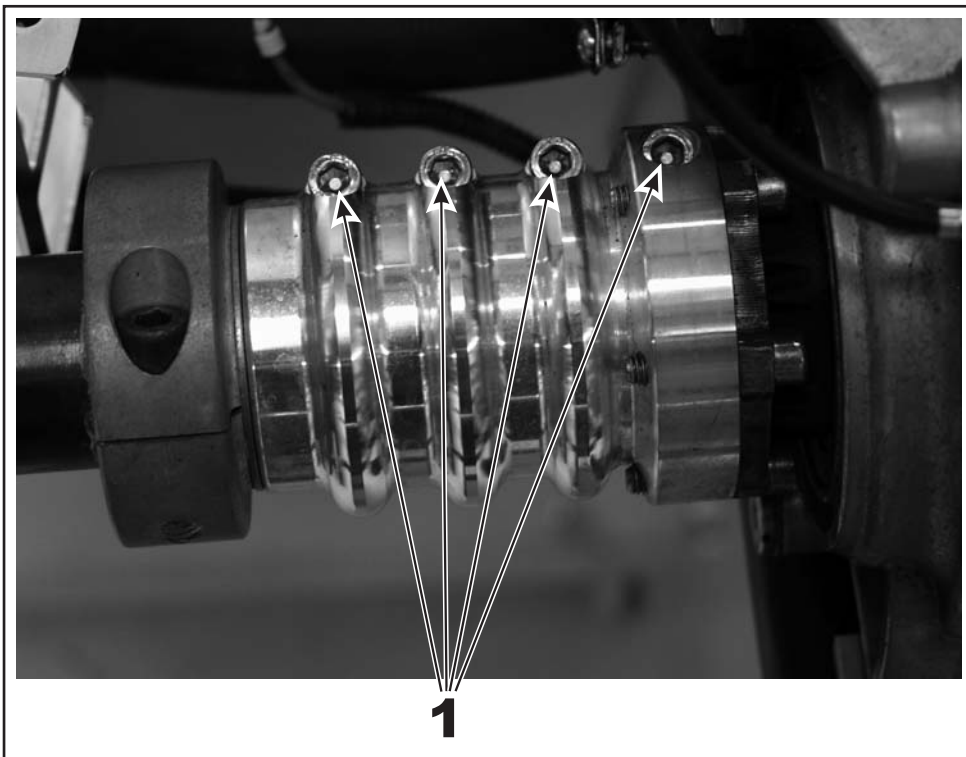

Bild 5
- ➔ Die vier Zylinderkopfschrauben (1) an der Überlastkupplung mit 10 Nm (88 lbf. In.) anziehen. (Bild 5)